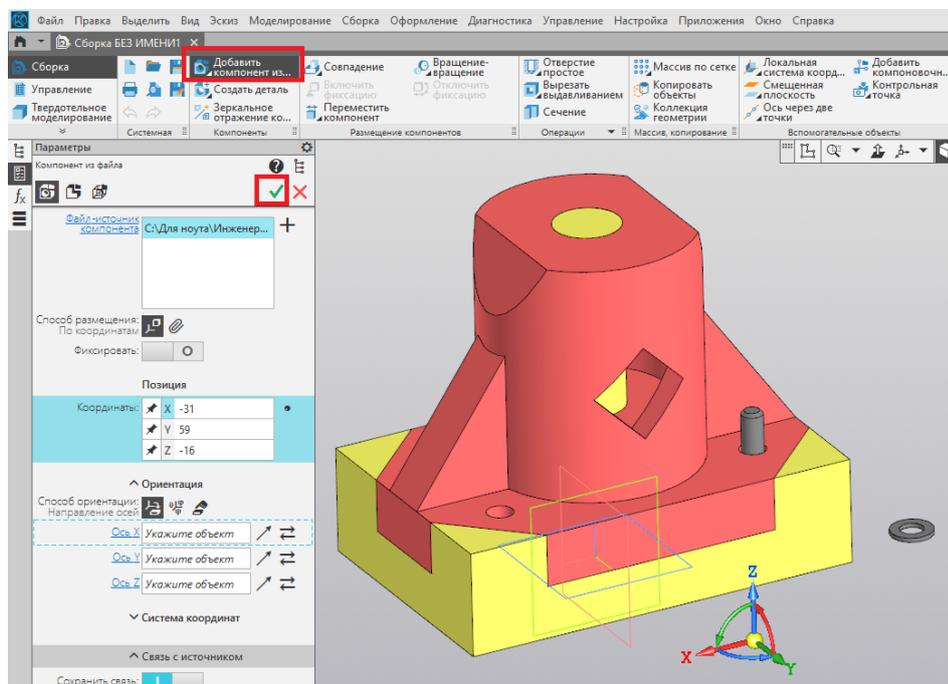

Рис. 63
15. Следующим этапом добавляем компонент *Шайба*. Располагаем её в произвольном месте. Подтверждаем команду нажатием на зелёную галочку (рис. 63).